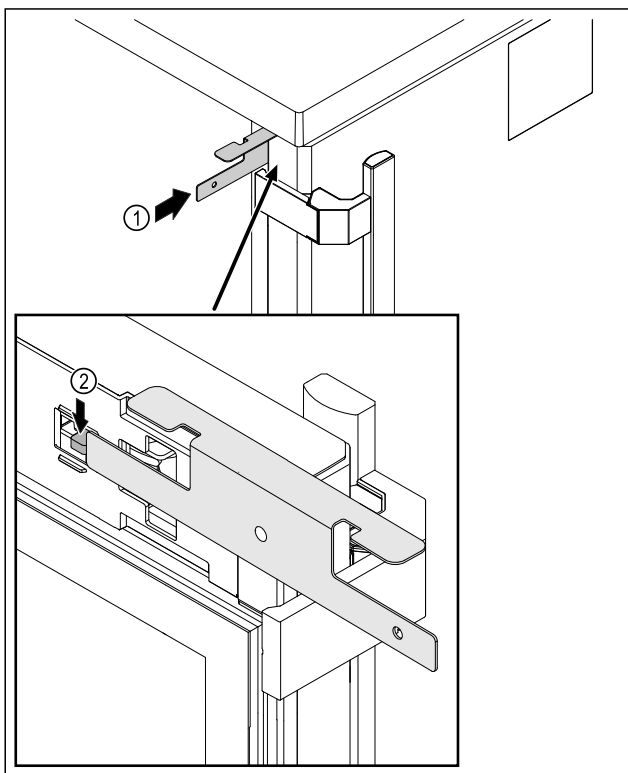

Fig. 218
- Noodontgrendelingsleutel Fig. 218 (1) tussen deur en apparaatcorpus insteken.
- Slothaak Fig. 218 (2) in de richting van het scharnier drukken.